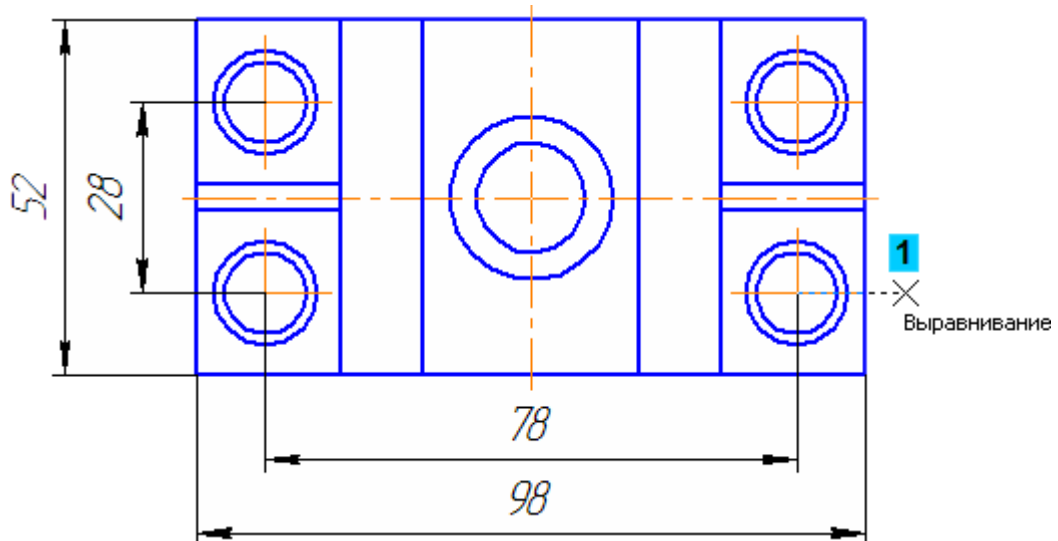

Рисунок 58.
- После срабатывания привязки зафиксируйте точку щелчком мыши (рис. 58).